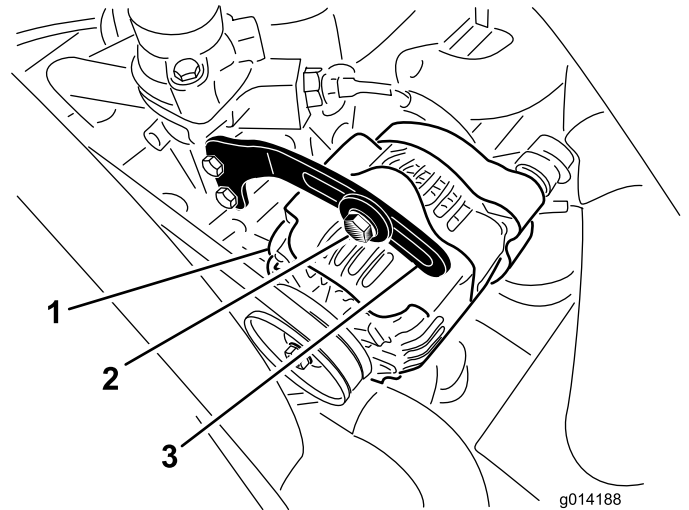

Figura 49
2. Controllate la tensione della cinghia dell'alternatore premendola (Figura 49) al centro tra l'alternatore e le pulegge dell'albero a gomito con una forza di 10 kg.
3. Allentate il bullone che fissa il supporto all'alternatore (Figura 49) e il bullone di rotazione dell'alternatore.